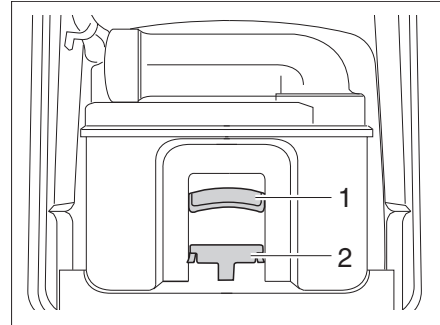

Fig. 355 Cassetta Thetford
- Tirare la staffa di supporto (Fig. 355,2) verso il lato anteriore per sbloccare la cassetta della toilette ed estrarre la cassetta mediante la maniglia (Fig. 355,1).